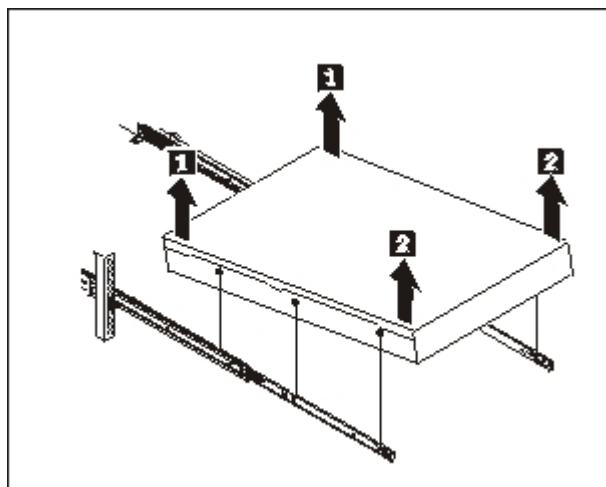

Figure 30. Levage du dispositif pour le dégager des glissières
2. Soulevez le dispositif pour le libérer des glissières, comme illustré dans la figure 30.